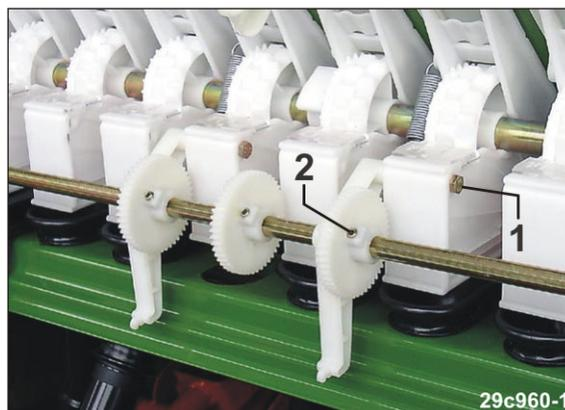

Рис. 248
4. Выкрутите винты (Рис. 248/1).
5. Ослабьте винты с внутренним шестигранником (Рис. 248/2).